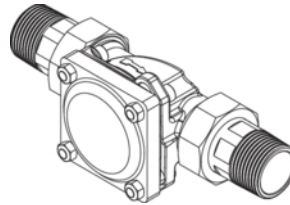
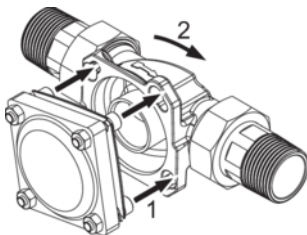

Abb. 5: Geräteanschluss eingerastet
Abb. 4: Gerät ansetzen und einrasten
1. Die Köpfe der vier Flanschschrauben durch die Bajonettbohrungen am Einbaudrehflansch stecken (siehe Abbildung 4).
2. Das Gerät im Uhrzeigersinn bis zum Anschlag drehen (siehe Abbildung 4 und Abbildung 5).